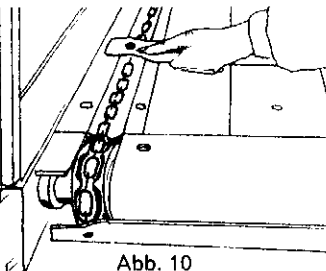

Abb. 10
30. Bei Rollbodenleistenwechsel besonders auf gute Vernietung der Schrauben achten! (Abb. 10)
- 30) When changing apron floor guides, ensure that the screws are securely fastened (Fig. 10).
30. En cas de remplacement des barrettes du fond mobile, veiller particulièrement au rivetage impeccable des vis (fig. 10).
30. Sostituendo i listelli del fondo mobile bisogna che le viti vengano serrate con la massima cura! (fig. 10)